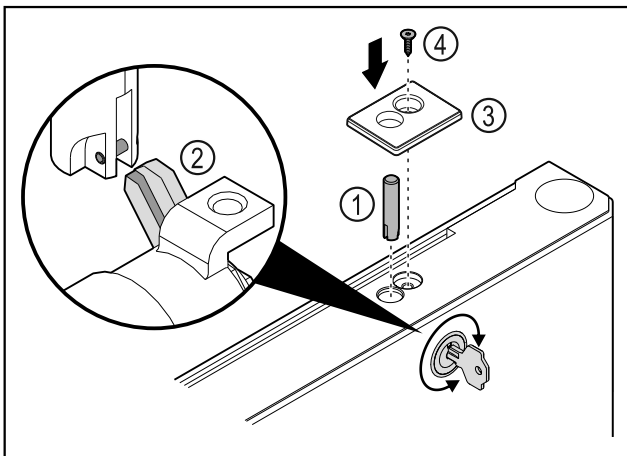

Fig. 45
- ▶ Sett inn låsebolten Fig. 45 (1).
- ▶ Drei låsen litt, slik at låsebolten Fig. 45 (2) smekker på plass i spalten i låsen.
- ▶ Sett på dekselet Fig. 45 (3).
- ▶ Sett inn skruen Fig. 45 (4).